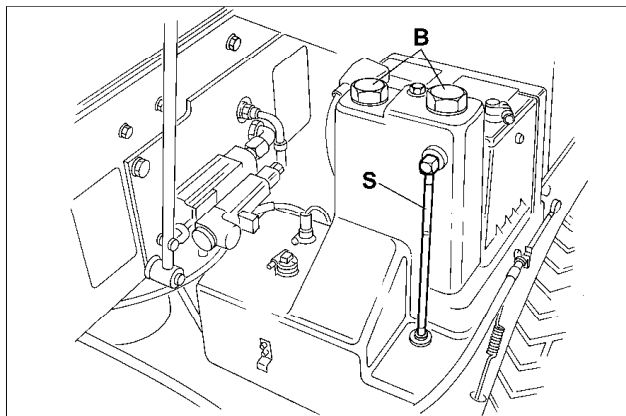

Fig.25
- Efterse hydraulikoliestanden i plastik-målerøret. Væskestanden skal være omkring halvvejs på rør S. Se fig.25.
- Fyld på gennem en af messingpropperne B Fig.25 øverst på beholderen.
- Kontrollera hydraulvätskenivån i avläsningsglaset av plast. Avläsningsglaset S skall alltid vara fyllt till hälften (Fig. 25).
- Fyll på ny vätska genom en av mässingspropparna B (Fig. 25) längst upp på behållaren.
- Compruebe el nivel de líquido hidráulico en el tubo indicador de plástico. Mantenga el nivel de líquido aproximadamente a la mitad del tubo indicador S Fig.25.
- Llene el sistema a través de uno de los tapones de latón B Fig.25 de la parte superior del depósito.